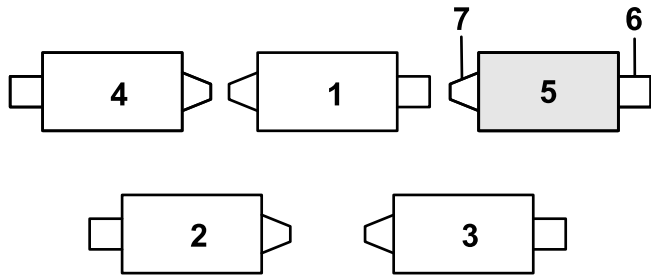

Figure 11
- Si la goupille fendue est placée dans le trou arrière de la tige du ressort de compensation, retirez-la et insérez-la dans le trou près du support (Figure 11).